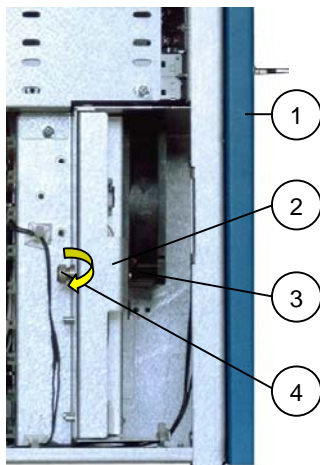

Abb. 24: KISS-Plattform mit Lüfter-Einschub
2. Lösen Sie die Rändelschraube (Abb. 24, Pos. 4) und ziehen Sie den Lüftereinschub am Griff (Abb. 24, 24a, Pos. 2) nach oben aus dem Lüfterfach (Fig. 24c, Pos. 9).
Legende für Abb. 24, 24a, 24b und 24c